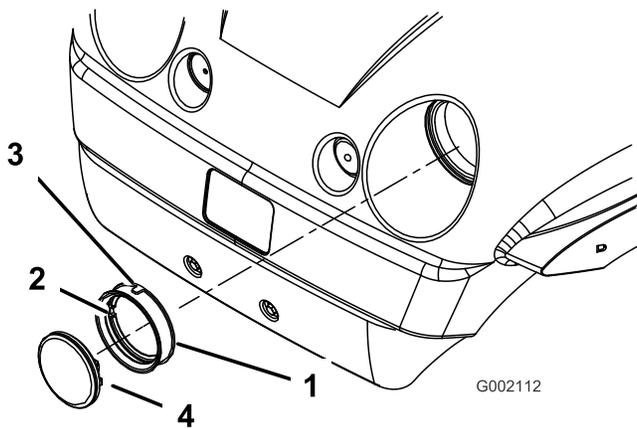

Bild 39
4. Entfernen Sie die Gummidichtung vom Scheinwerfer (Bild 39). Entsorgen Sie den alten Scheinwerfer.
- Fluchten Sie die Auskerbung an der Innenseite der Dichtung mit der Auskerbung am neuen Scheinwerfer aus (Bild 39). Schieben Sie die Dichtung auf den neuen Scheinwerfer, bis die Dichtung fest anliegt.